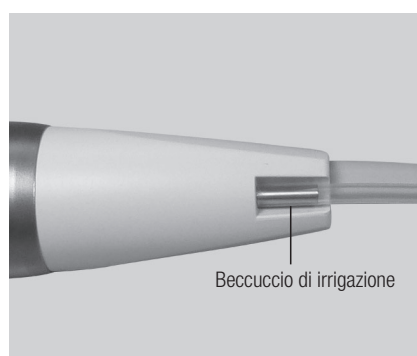

Fig. 11
- 4) Inserire l'altra punta del tubo d'irrigazione nell'ago d'irrigazione del manipolo. (Fig. 11)